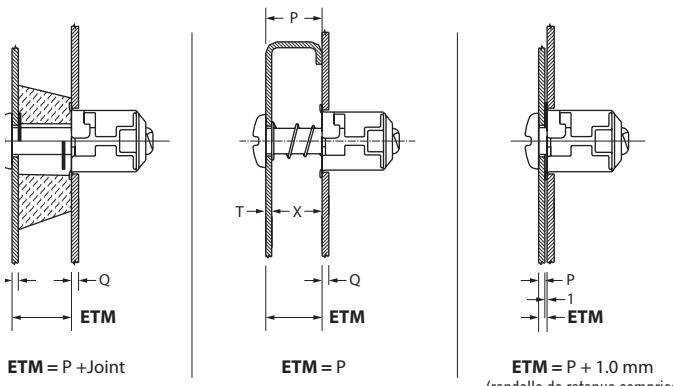

Figure 1 : Epaisseur totale de matériau (ETM)
- Calculez l'épaisseur totale de matériau (ETM) à l'aide de la Figure 1 ci-dessous..